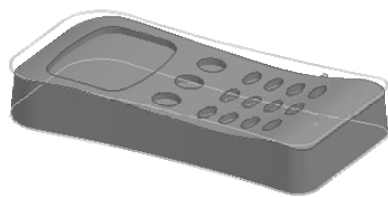

图 5-82 拾取的加工曲面
1) 完成加工参数设置后, 单击“确定”按钮, 系统在界面的左下方提示“拾取加工对象”, 直接拾取手机曲面的上表面, 拾取的表面立即变为红色, 单击右键结束拾取。系统提示“改变曲面方向 (在选定曲面上点取)”, 调整箭头方向, 使其指向曲面的外侧, 如图 5-82 所示。